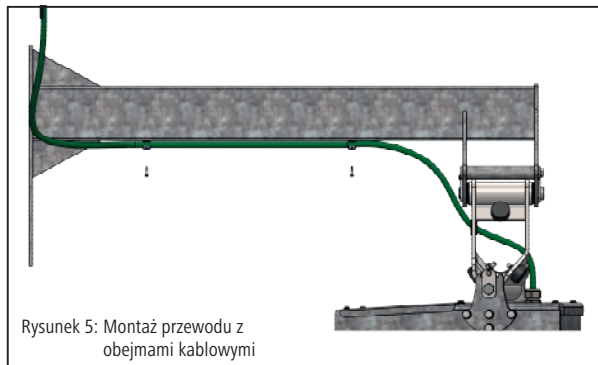

Rysunek 4: Montaż górnej osi przegubu
1. Wymontować górną oś (rys. 4 – poz. 6) z elementu przegubowego.
5. Wsunąć górną oś (rys. 4 – poz. 6) przez łożysko w ramieniu i element przegubowy i zamontować.
6. Przymocować oś śrubą mocującą M14 (rys. 4 – poz. 10).
7. Za pomocą śruby (rys. 4 – poz. 18) i nakrętki samozaciskowej (rys. 4 – poz.19) zabezpieczyć oś przed przekręcaniem.
8. Za pomocą blachy zabezpieczającej (rys. 4 – poz. 11), śruby (rys. 4 – poz. 11), podkładowki (rys. 4 – poz. 12) i nakrętki samozaciskowej (rys. 4 – poz. 13) zabezpieczyć śrubę mocującą M14 przed odkręceniem. Zamocować przewód silnika na ramieniu za pomocą obejm i śrub samogwintujących (rys. 5).